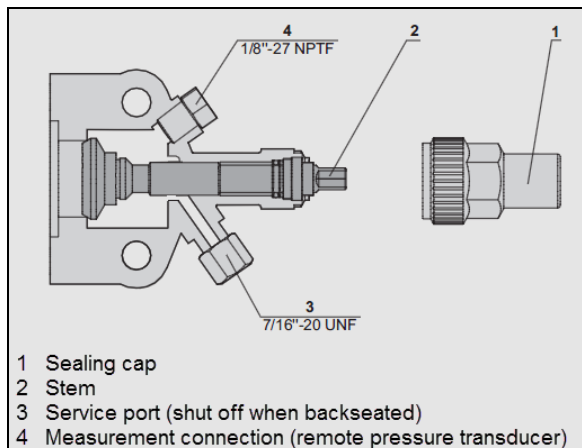

FIGURE 81 : ROBINET D'ARRÊT DU COMPRESSEUR EN POSITION SIÈGE AVANT
3. Fermer (siège avant) le robinet d'arrêt d'évacuation du réservoir récepteur en tournant la tige dans le sens horaire (Figure 47 et Figure 81).
10. Fermer (position siège avant) le robinet d'arrêt d'aspiration du compresseur (Figure 81).